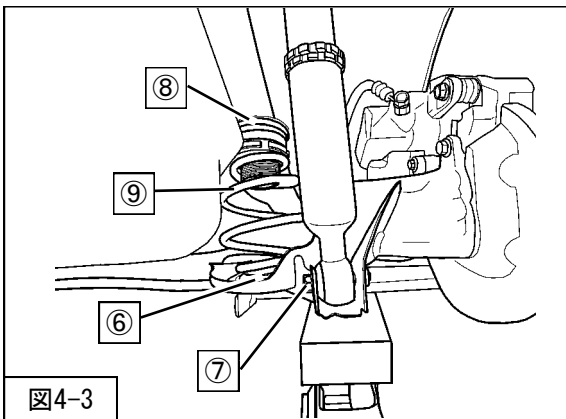

図4-3
- 5. アクスルに木片等を介してジャッキで下から支えながら⑧ライドハイトアジャスターASSY（同梱品）⑨リアスプリング（同梱品）※⑥スプリングロアシート（純正部品）⑦リアショックアブソーバASSYロア取付ボルト（締付トルク：90N・m）を車両に取付けてください。（図4-3）